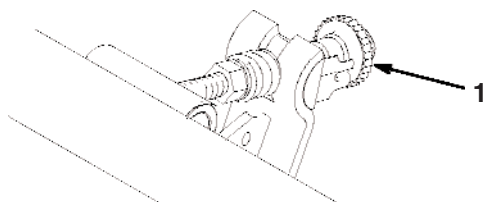

Figure 3
1. Vous aurez besoin d'une clé de 3/4" (19 mm) pour tourner la molette de réglage de la contre-lame. Chaque cran de la molette déplace la contre-lame de 0,013 mm (Fig. 3). Supprimez le contact avec le cylindre en tournant la molette de réglage dans le sens anti-horaire.